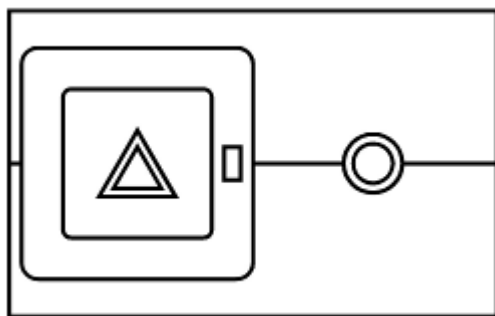

Рисунок 4 – Пульт АПК СВН
2.3.1 Включить комплекс с помощью пульта (кнопки) на панели прибора. (рис.4).